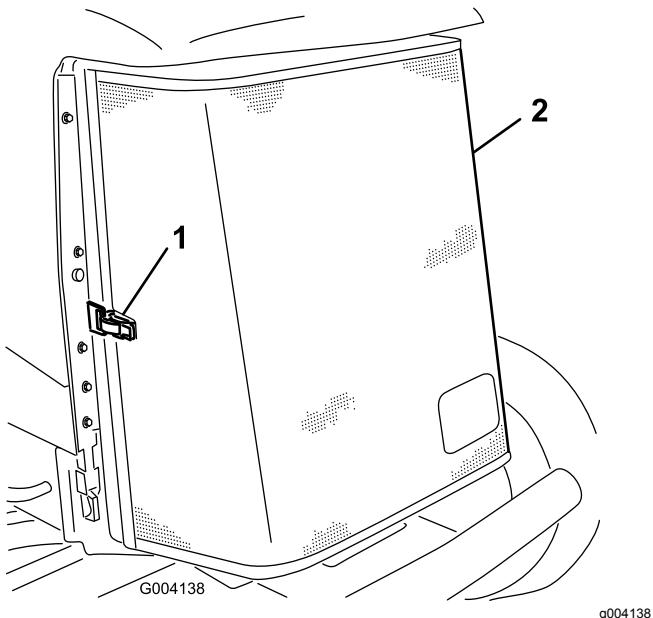

Figura 69
3. Desprenda a braçadeira e articule para abrir o painel traseiro (Figura 69).